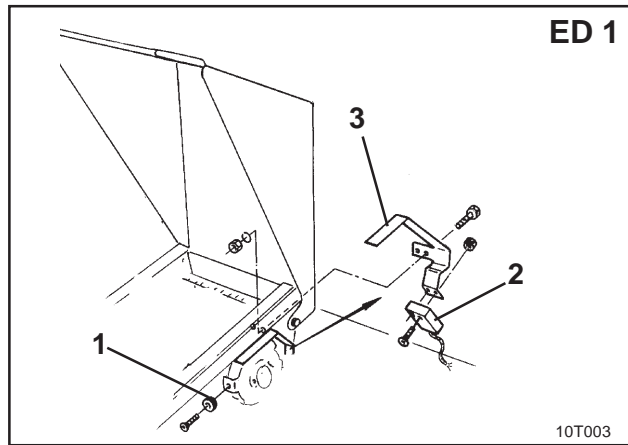
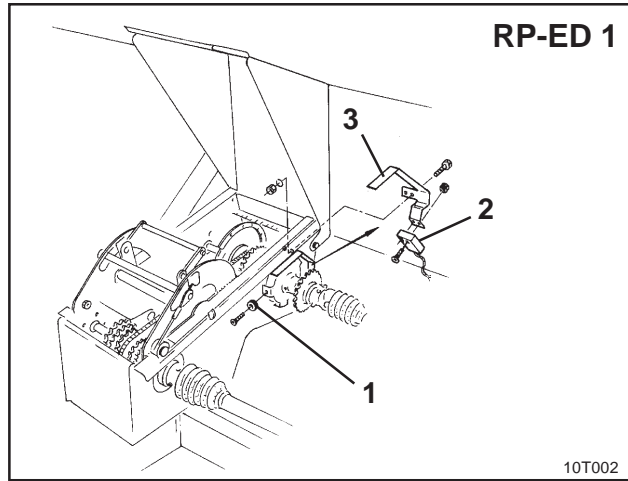

Fig. 6.4
Fig. 6.5
Sensor en Magneet bij ED1 (fig.6.4) en RP-ED1 (fig.6.5) aan ingang van Kettinrad-Verstelaandrijving bevestigen:
- Magneet (fig.6.4/1 en fig.6.5/1) met Snijbout M4 x 10 aan de Impulsenschijf van de Ingangaandrijf-as schroeven.
- Voor bevestiging van de Sensor, de Impulsenhouder (fig.6.4/3 of 6.5/3) losmaken en na aansluiten, opnieuw aanschroeven.
- Sensor (fig.6.4/2 of 6.5/2) aan Impulsen houder (fig.6.4/3 of 6.5/3) vastschroeven.